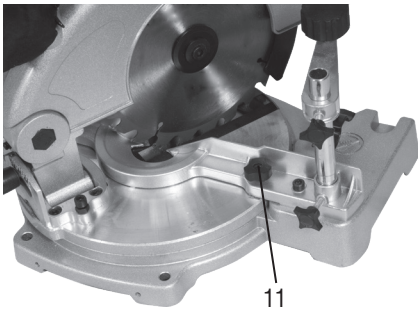

Fig. 6 – Ajuste de la escuadra
- Suelte la palanca de ajuste del brazo (9).
- Con la ayuda de un 90°, ajustar la cabeza con respecto a la base (fig. 6).
- Colocando en la posición correcta, apriete la tuerca de ajuste del brazo (9).
- b. Afloje el tornillo de traba (11).
- c. Con la ayuda de una escuadra de 90°, ajuste la cuchilla al escuadra de la máquina (5) (fig. 6).
- d. Vuelva a apretar el tornillo de traba (11).